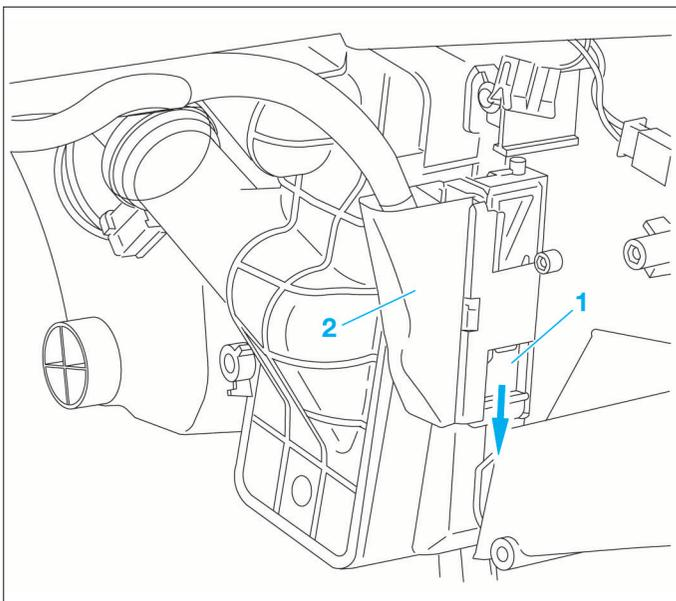

FIG. 19a
- Libérer la bride (1) du connecteur (2) en tirant vers le bas (flèche) (Fig.19a).